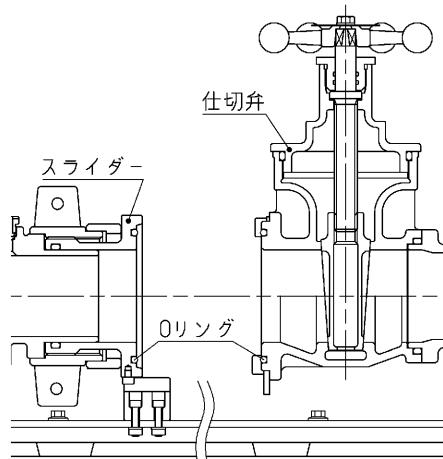
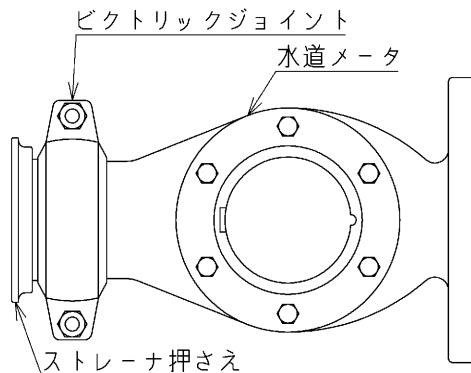

図5
図6
①ご使用前にスライダー、及び仕切弁のメータ接続部に取付けられているOリング脱落防止キャップを取り外して下さい。
②スライダー、及び仕切弁にOリングが組み付けられていることを確認して下さい。(図5)
③仕切弁のハンドルを「S」の方向に回し、弁を閉じて下さい。
④メータとストレーナ押さえをヴィクトリックジョイントで接続して下さい。(図6)